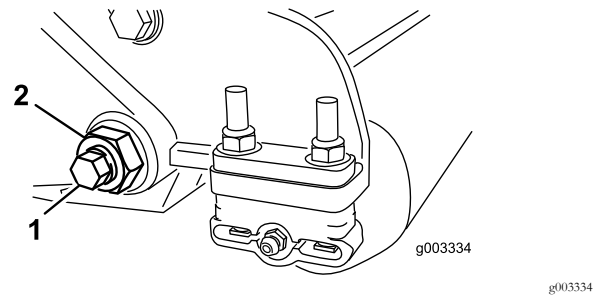
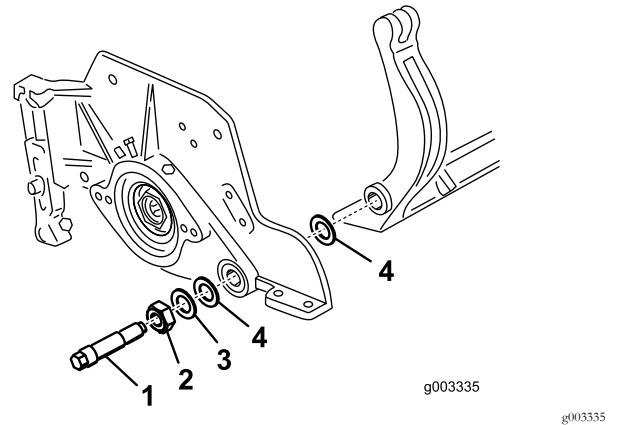

图30
图31
3. 在机器的另一侧松开固定底刀架螺栓 图30 的锁紧螺母。
4. 拆下两个底刀架螺栓向下拉动底刀架并从机器螺栓 图30 上拆下来。取下底刀架 图31 两端的 2 个尼龙垫圈和 1 个冲压钢垫圈。
4. 在两个尼龙垫圈的外侧各放一个钢垫圈 图31。
上紧底刀螺栓扭矩至 2736N·m。拧紧锁紧螺母直至外部钢垫圈停止旋转且两侧不再松动但不要拧得过紧或导致侧板变形。内侧的垫圈可能有空隙图31。